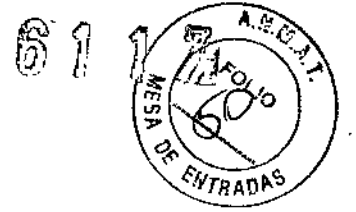

Fig.3
3. Cierre la tapa de la botella VA e introduzca la junta de la botella en el conector de base de la botella hasta que haga clic. (Fig. 3)